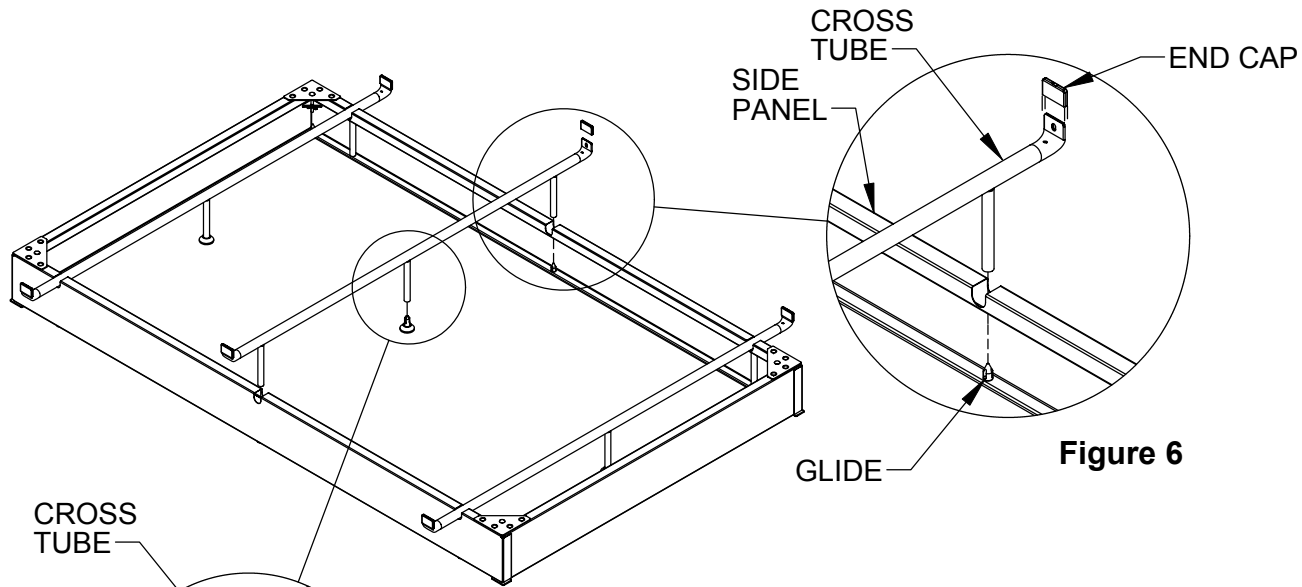

Figure 6
Step 6: Fit the CROSS TUBES into the slots in the SIDE PANELS as shown in Figure 6. Line up the outer legs on the CROSS TUBES with the posts on the brown GLIDES and press firmly in place. Slide END CAPS onto ends of CROSS TUBES and press down until END CAP snaps into place.
Étape 6 : Faire passer les TRAVERSES TUBULAIRES dans les encoches, tel qu'illustré à la Figure 6. Aligner les pieds extérieurs sur les TRAVERSES TUBULAIRES tandis que les entretoises sont placées sur les PATINS marrons, et appuyer fermement pour les mettre en place. Faire glisser les EMBOUTS sur les extrémités des TRAVERSES TUBULAIRES et appuyer sur les EMBOUTS jusqu'à ce qu'ils s'encliquettent en place.